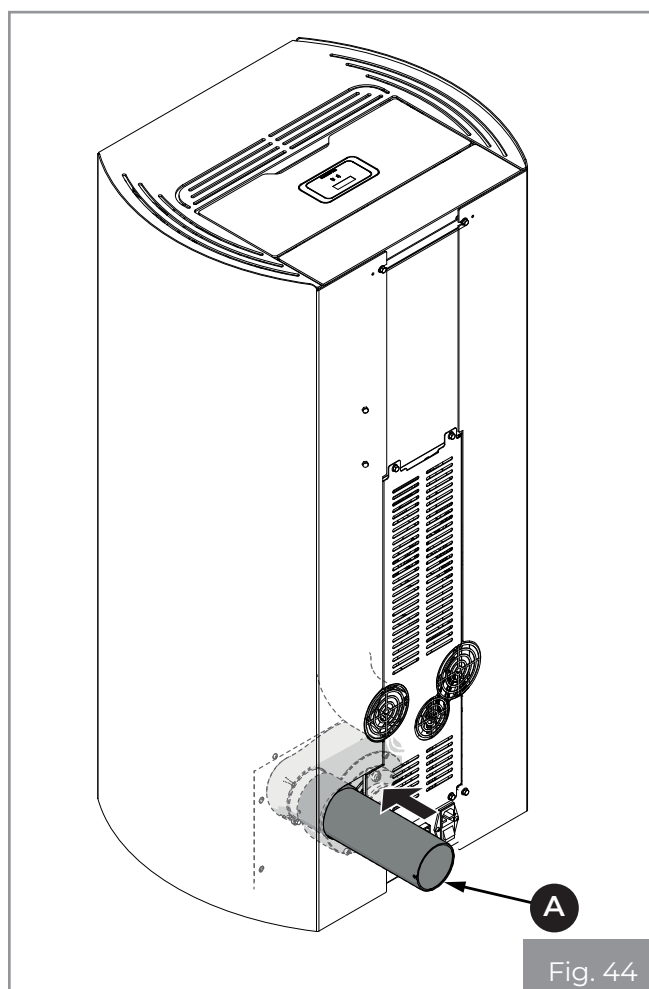

Fig. 44
- Collegare il tubo uscita fumi **(A)** (Fig. 44).